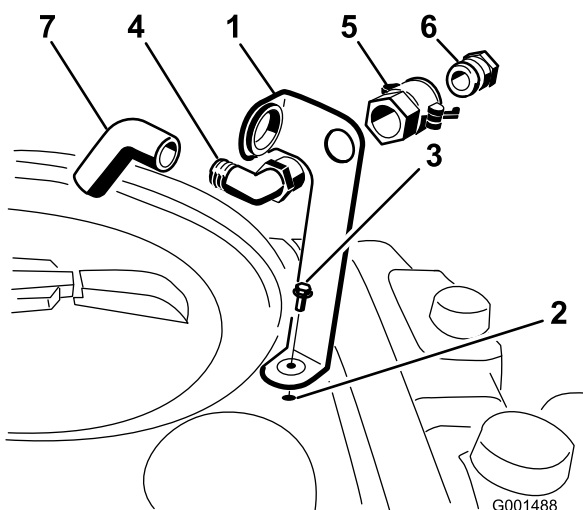

Figura 3
1. Coloque el soporte del dispositivo de llenado sobre el taladro roscado del depósito y fíjelo con una tuerca con arandela prensada (5/16 x 3/4 pulgada) (Figura 3).
2. Pase el extremo roscado del codo de 90 grados por el soporte y enrosque sobre el mismo el acoplamiento rápido, fijándolo al soporte (Figura 3).
3. Instale el adaptador de manguera en el acoplamiento rápido (Figura 3).
4. Bloquee el adaptador en su sitio moviendo las palancas hacia el adaptador y luego fíjelas con los pasadores de horquilla (Figura 3).
5. Instale la manguera antisifónica a través de la abertura grande del soporte y en el extremo dentado del codo de 90 grados (Figura 3).